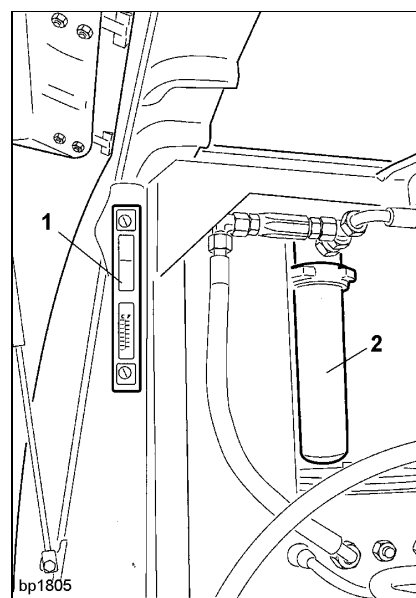

Fig. 1
Estando el accionamiento parado, el nivel del aceite debe estar visible en la parte superior de la mirilla 1 (Fig. 1).
- Controlar el nivel de agua y el grado de ensuciamiento en el depósito de agua (Fig. 1).